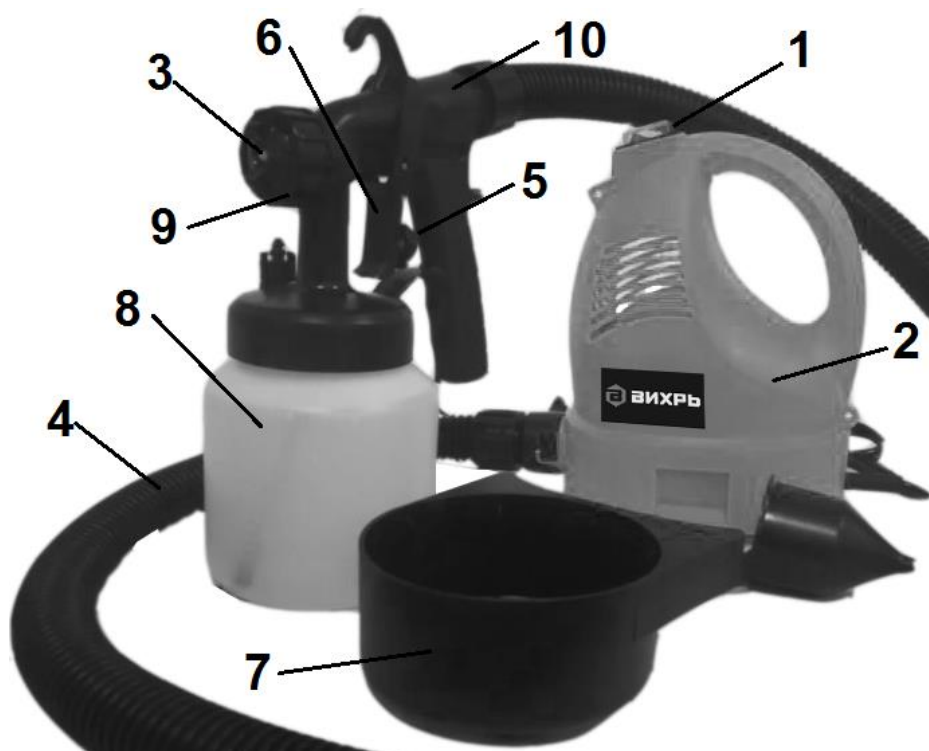

Рис. 1. Общий вид
4.1 Разнесённые компрессорный блок и краскораспылитель, снижают вес в руках оператора. Гофрированный шланг (рис.1 поз.4) позволяет окрашивать поверхности, при нахождении компрессорного блока на полу.
Коллекторный двигатель в сборе с компрессором расположен в пластиковом корпусе (рис.1 поз.2), состоящем из двух половин. В верхней части корпуса находится клавиша выключателя двигателя (рис.1 поз.1). Она имеет два фиксированных положения: «0» - выключено, «1» - включено. Воздух из компрессора подаётся гофрированным шлангом в краскораспылитель (рис.1 поз.10).
Из бачка (рис.1 поз.8), под давлением сжатого воздуха, краска всасывающей трубкой подаётся в форсунку, для смешивания её с воздухом. В форсунке происходит смешивание воздуха с краской и подача в насадку - распылитель (рис.1 поз.3), для покрытия поверхностей.
Регулятором (рис.1 поз.5) изменяется расход распыляемого материала. Поворот винта регулятора против часовой стрелке уменьшает количество распыляемого материала, по часовой – увеличивает.
В передней части рукоятки краскораспылителя расположен пусковой курок (рис.1 поз.б), при нажатии на который воздушно-капельная смесь через форсунку подаётся в распылительную головку (рис.1 поз.3). При отпуске клавиши подача краски к форсунке прекращается. После окончания работы необходимо отключить компрессор выключателем (рис.1 поз.1).
7.1 После распаковки проверьте комплектность изделия, отсутствие повреждений корпуса компрессорного блока (рис.1 поз.2), пистолета- краскораспылителя (рис.1 поз.10) и гофрированного шланга (рис.1 поз.4).
7.2 Соедините гофрированным шлангом выходной штуцер корпуса компрессорного блока с входным штуцером краскораспылителя. Проверьте надёжность затяжки зажимной гайкой (рис.1 поз.9) головки распылительной (рис.1 поз.3).
- ослабить зажимную гайку (рис.1 поз.9);
- повернуть распылительную головку (рис.1 поз.9) в одно из указанных положений;
Приготовьте распыляемый материал (краску, лак, грунтовку и т.п.). Перед заправкой бачка (рис.1 поз.8), в отдельной ёмкости проверьте вязкость материала, для чего: